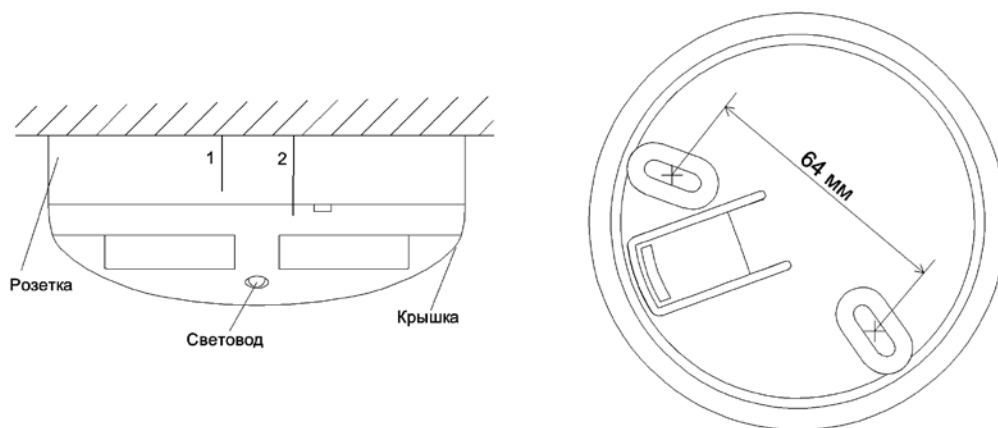

Рисунок 11.3
- При установке извещателя в розетку необходимо совместить риску на корпусе извещателя с «короткой riskой 1» на розетке и повернуть его по часовой стрелке до совмещения с «длинной riskой 2» (см. Рисунок 11.3).